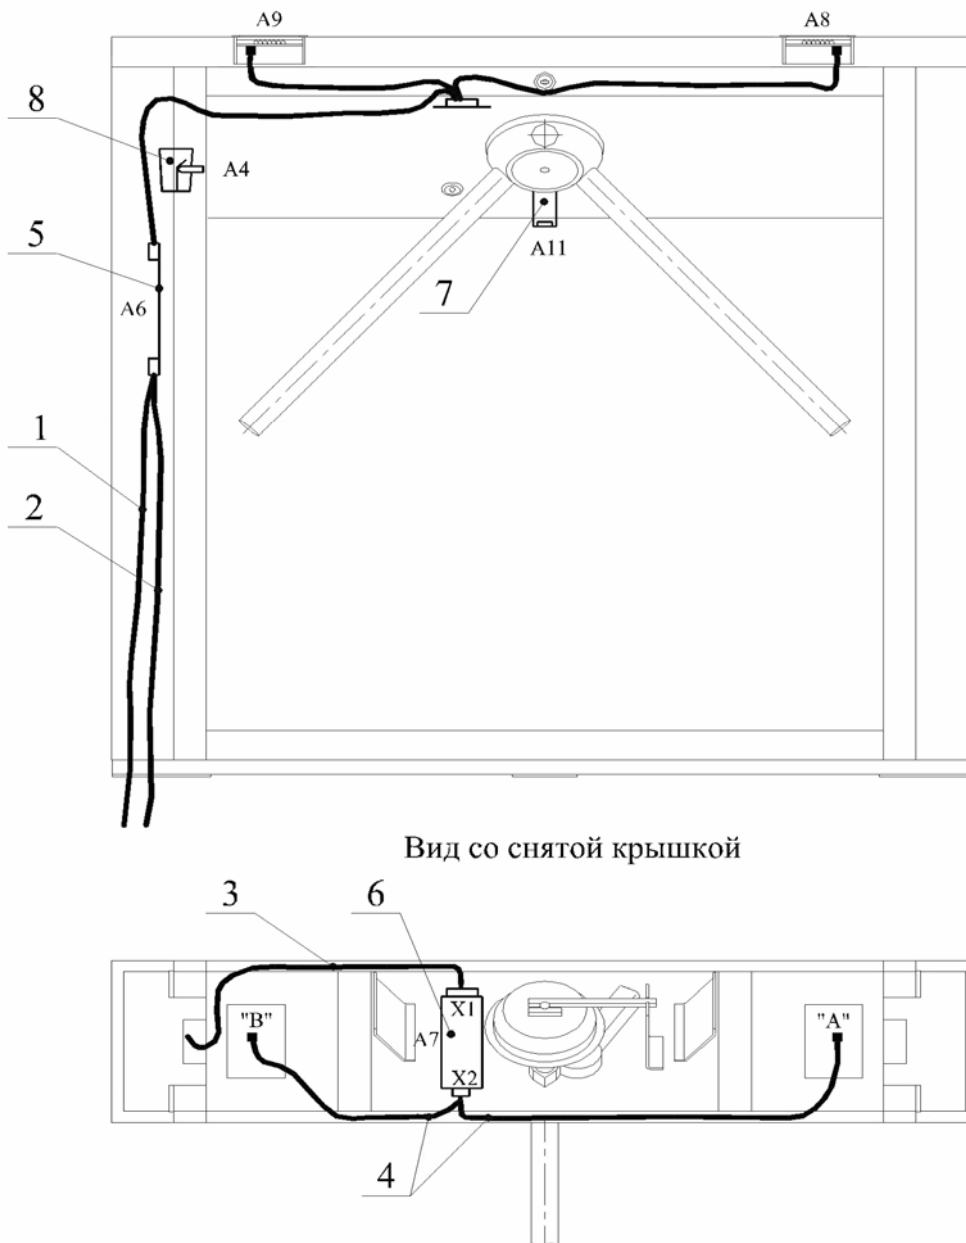

Рисунок 11 Схема прокладки кабелей в стойке турникета:
5.11.2 В случае несанкционированного прохода через турникет сигнал Ready формируется следующим образом. При повороте преграждающих планок на 8° срабатывает один из оптических датчиков поворота преграждающих планок (см. рис. 11) и размыкаются выходные контакты Ready и Common (начало сигнала). При возвращении преграждающих планок в исходное положение происходит нормализация обоих указанных оптических датчиков и замыкание выходных контактов Ready и Common (окончание сигнала).